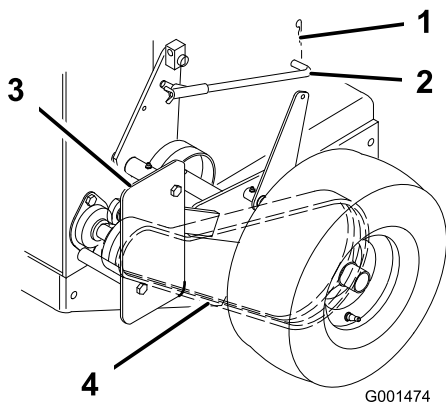

Figure 39
3. Enlevez la goupille fendue qui fixe la tige de frein au bras de frein pour relâcher la poulie de tension de la courroie (Figure 39).
4. Enlevez le boulon inférieur et desserrez le boulon supérieur du déflecteur pour le faire pivoter et accéder à la courroie (Figure 39).
5. Soulevez la courroie et faites-la passer au-delà de la poulie de tension pour l'enlever de la poulie deentraînement (Figure 39).
8. Fixez le déflecteur avec les boulons retirés précédemment, serrés au couple correct (Figure 39).
9. Fixez la tige de frein au bras de frein avec la goupille fendue (Figure 39).